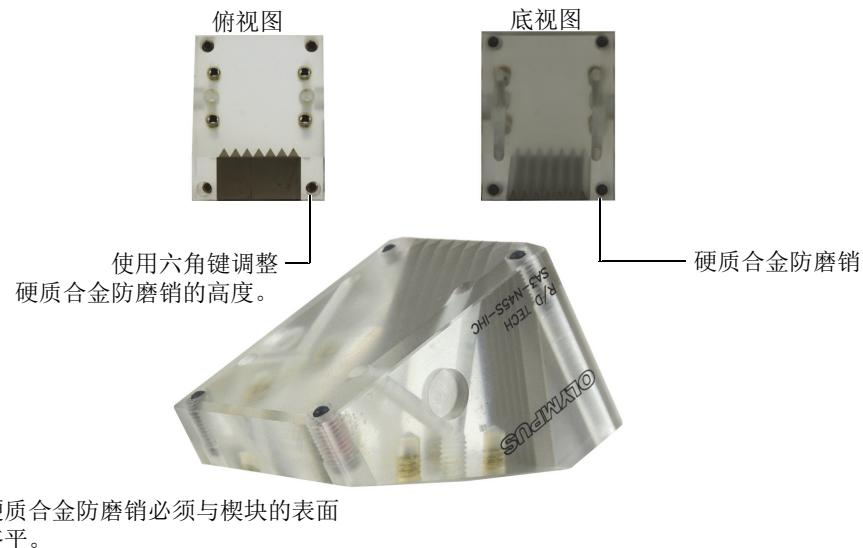

图 2-30 调整楔块的硬质合金防磨销
楔块的设计目的是承载超声探头或相控阵探头，以确保超声波的扩散范围足够大，可以覆盖到整个被测表面，而且还可以确保耦合剂的正确流向。为了减少楔块的磨损，可将硬质合金防磨销插入到楔块接触面的每个角中（参见第58页的图 2-30）。
- ◆ 使用六角键调整每个已经装好的楔块中的硬质合金防磨销的高度。确保每个防磨销的顶部与楔块的表面齐平（参见第58页的图 2-30）。
所有硬质合金耐磨销都应与楔块表面齐平（参见第58页的图 2-30）。